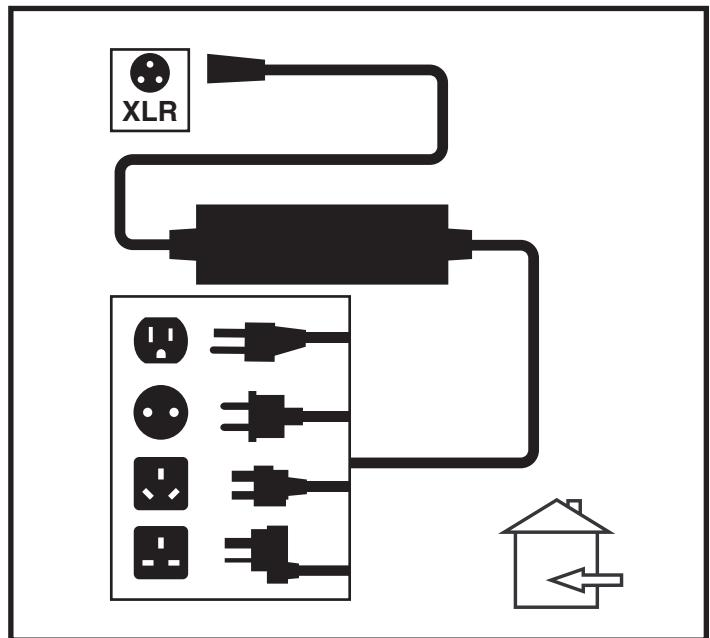

Bild 15. Batterie lädt
3. Stöpseln Sie das externe Ladegerät in die externe Ladegerät/Programmierungsteckdose an der Steuerung. Siehe Bild 15.